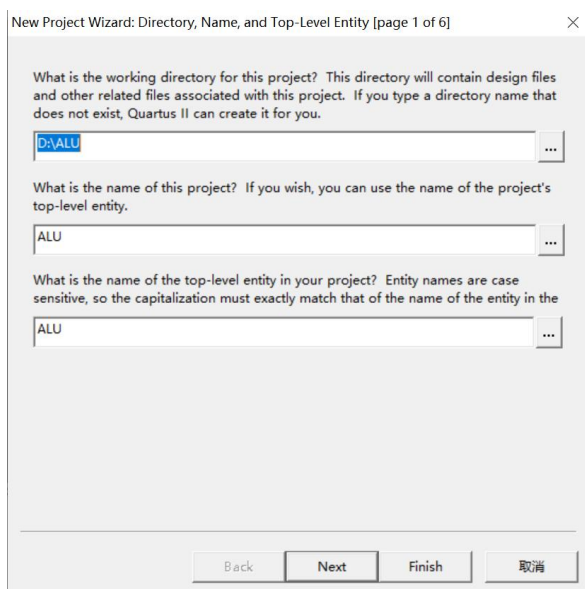

图1-2 创建工程
1. 建立工程。首先建立一个文件夹，以便将所有设计文件存放于该文件夹中。如：D:\ALU。运行QuartusII软件，在主菜单的file 项下→选择New Project Wizard...项，利用向导创建工程。指定工程存放目录为D:\ALU，工程名和实体名可取ALU。后面的其他设置选项可以不用设置，直接点击Finish完成工程的创建即可。如图1-2所示。